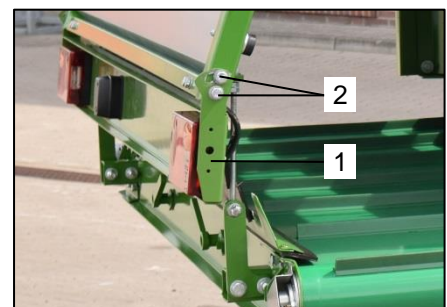

Bild 48: Leuchtenträger lösen
- Lösen Sie auf beiden Maschinenseiten die Befestigungsschrauben (Bild 48 / Pos.2) am Leuchtenträger (Bild 48 / Pos.1), sodass sich der Leuchtenträger (Bild 48 / Pos.1) frei bewegen lässt.
- Richten Sie den Leuchtenträger (Bild 48 / Pos.1) nach dem Umbau der Heckklappe aus. Fahren Sie zunächst mit den nachfolgenden Schritten fort.